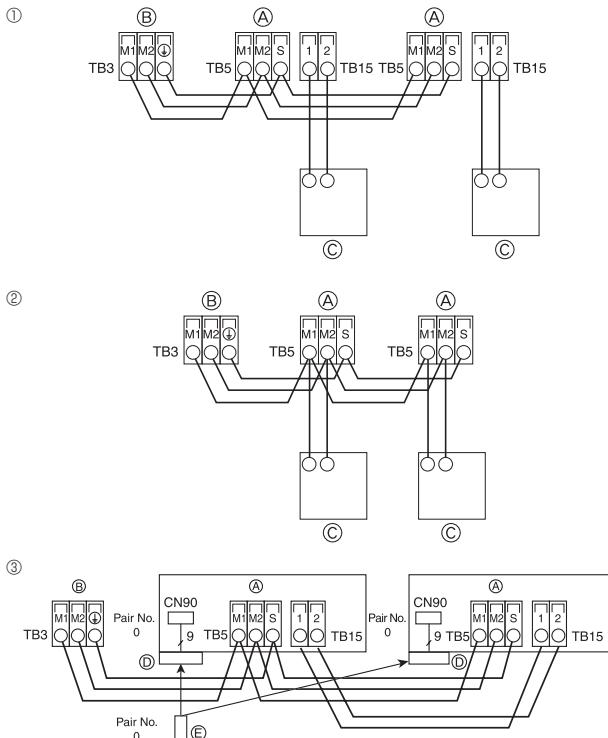

Fig. 4-5
4.4. Collegamento del comando a distanza e dei cavi di trasmissione delle sezioni interne ed esterne (Fig. 4-5)
① Comando a distanza MA
② DC 9 a 13 V tra 1 e 2 (Comando a distanza MA)
③ Comando a distanza in rete
④ Telecomando senza fili (se si installa il ricevitore del segnale wireless)